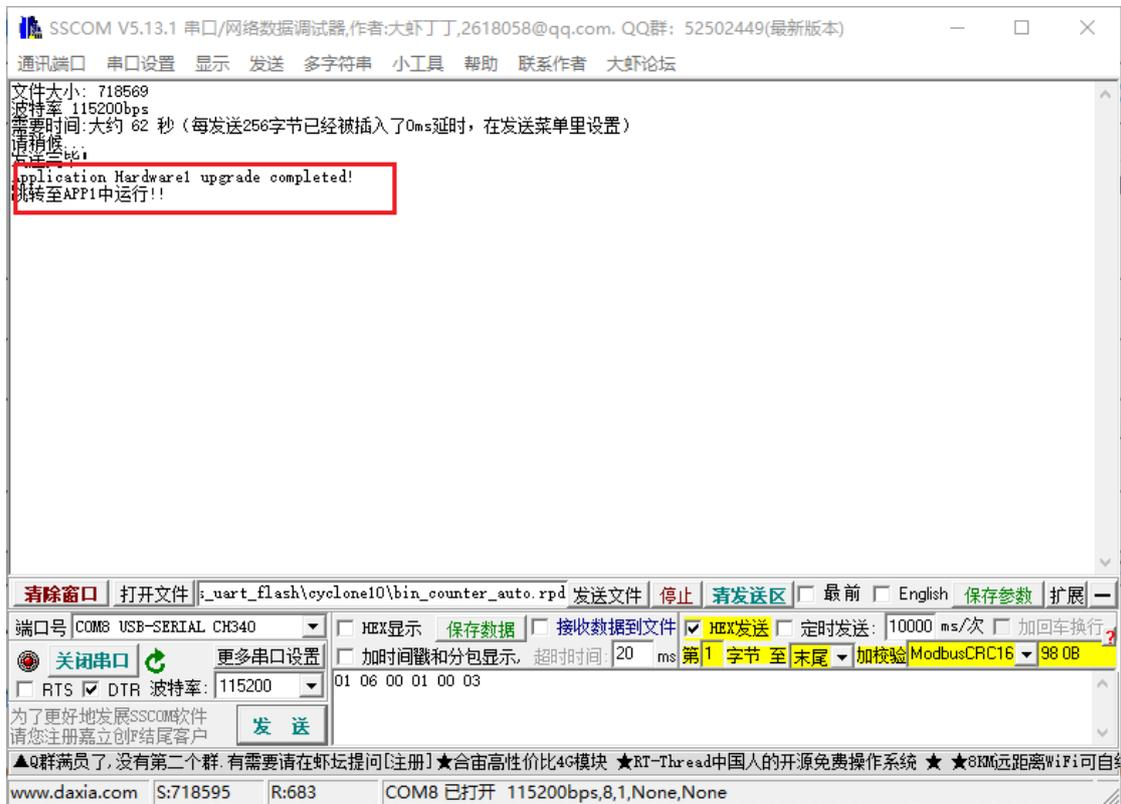

图 1-27 文件发送完成
8. 文件发送完成之后，将会打印如下内容，直接跳转至 APP1 中运行，如下图 1-27 所示。